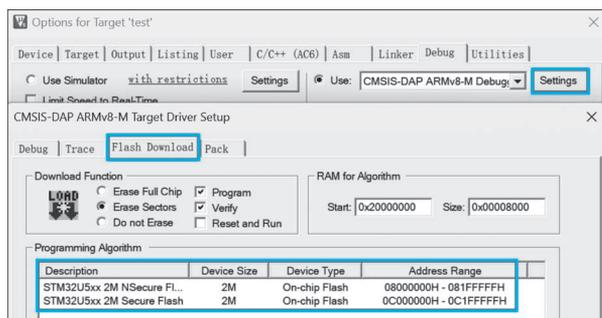

图 3.56 Flash 烧写算法设置页面
(3) 单击 Settings 按钮, 在打开的页面中可以看到 SW Device 被正确识别。同时在 Flash Download 标签页里有相关的 Flash 烧写算法(若没有, 则需要单击 Add 按钮添加), 如图 3.56 所示。